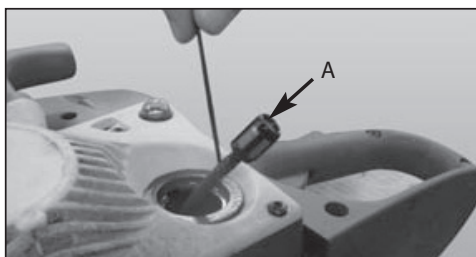

Рис. 16
4. Извлеките фильтр (А) из бака (Рис. 16).